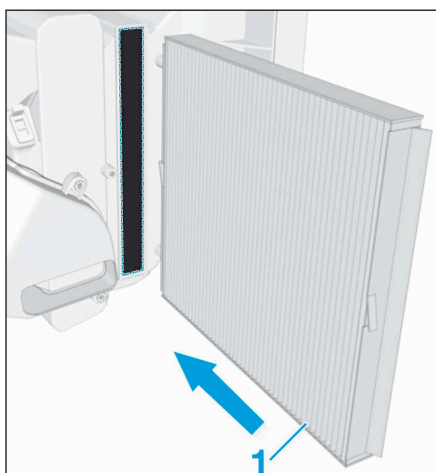

FIG.9
- A l'aide d'une scie à métaux, découper la zone d'adaptation puis l'ébavurer (Fig.9).
- Nettoyer l'emplacement du filtre à air d'habitacle (1) et l'y placer.